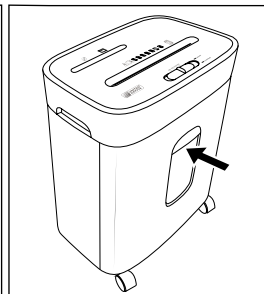

Afb. 2
- ◆ Druk het messendeksel **3** stevig omlaag, tot het hoorbaar vastklikt op de apparaatbasis **15** (zie afb. 2).